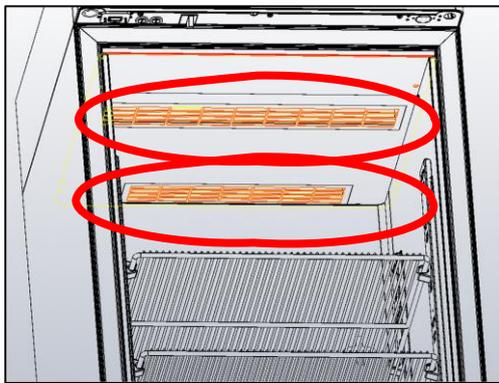
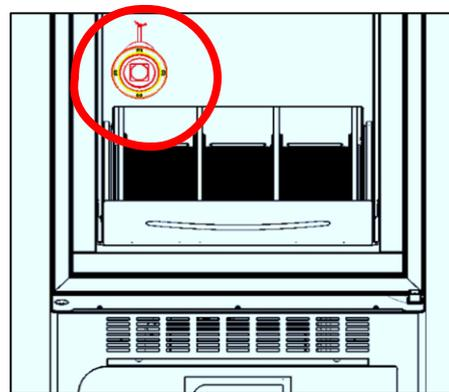

Figure 14 – orifices d'aération sur la partie supérieure du compartiment
Figure 15 – position vanne de compensation
- ✓ Ne pas obstruer les orifices d'aération (figure 14) et les vannes de compensation (figure 15) présentes sur les modèles Superartic